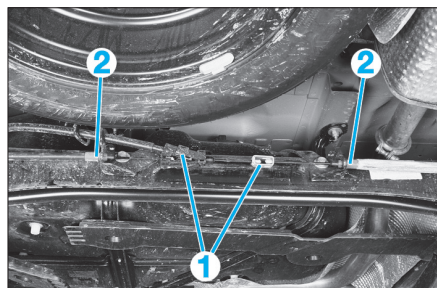

Fig. 58
- Désaccoupler les câbles de frein de stationnement (1) (Fig.58).